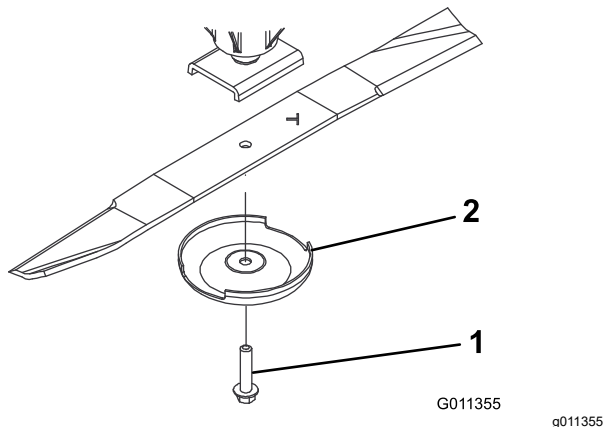

Figure 129
3. Enlevez le boulon, la coupelle de protection et la lame de l'axe de pivot (**Figure 129**).